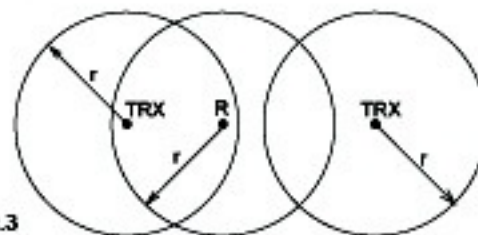

Рис. 3
- Приёмнику тяжело обнаружить слабый радиосигнал на большой контролируемой площади, что требует использования одного или более ретрансляторов для уверенного охвата нужной территории. На рис. 3 показан пример использования ретранслятора с применением ручных брелков-передатчиков UMB100H на большом участке.